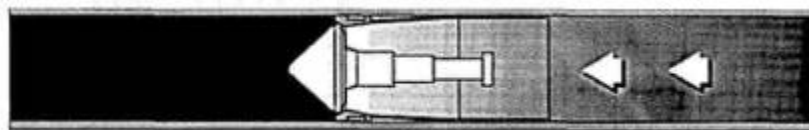

Рисунок 4 Клапан без перепускного байпасного отверстия (выравнивание давления при помощи противодействия).
- клапаны без перепускного байпасного отверстия (рис. 4).